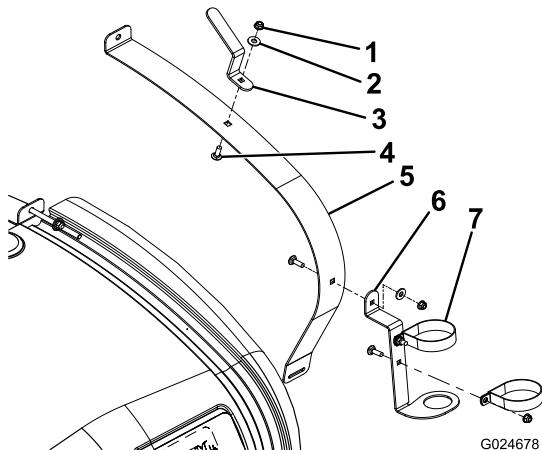
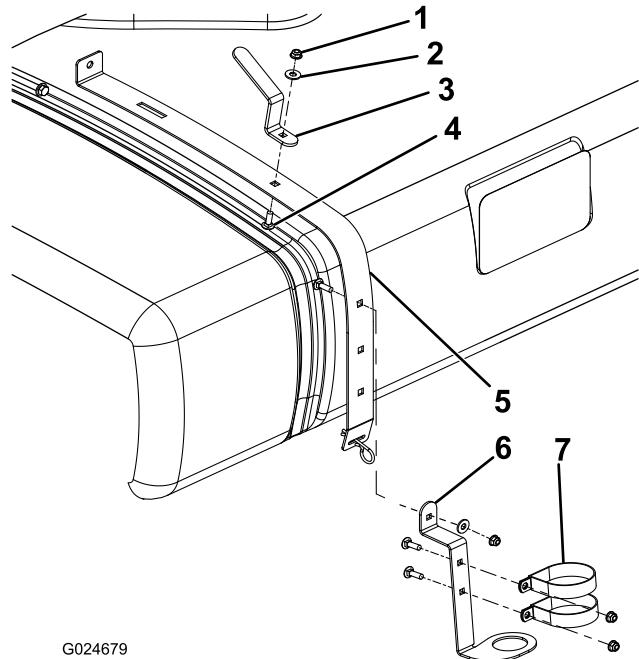

Bild 1
Bild 2
- Multi Pro WM: Lösen Sie den Riemen hinten rechts (Bild 2).
3. Befestigen Sie die Spritzpistolenhalterung mit einer Schlossschraube, einer Flachscheibe und einer Bundmutter, wie in Bild 1 oder Bild 2 abgebildet.
4. Befestigen Sie den Schlauchhaken mit einer Schlossschraube, einer Flachscheibe und einer Bundmutter, wie in Bild 1 oder Bild 2 abgebildet.